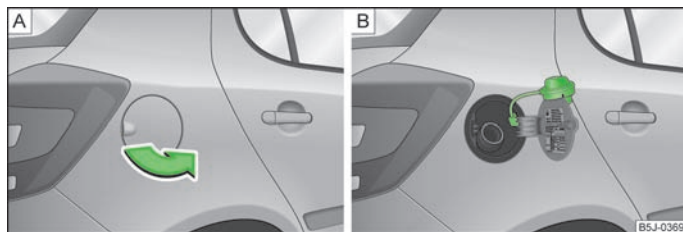

Abb. 115 Fahrzeugseite hinten rechts: Tankklappe / Tankklappe mit abgeschraubtem Verschluss
Auf der Innenseite der Tankklappe sind die richtigen Kraftstoffarten für Ihr Fahrzeug, sowie die Reifengröße und der Reifenfülldruck angegeben » Abb. 115 - B.
- Die Tankklappe mit der Hand aufklappen » Abb. 115 - A.
- Den Tankverschluss links herum herausdrehen und von oben auf die Tankklappe stecken » Abb. 115 - B.